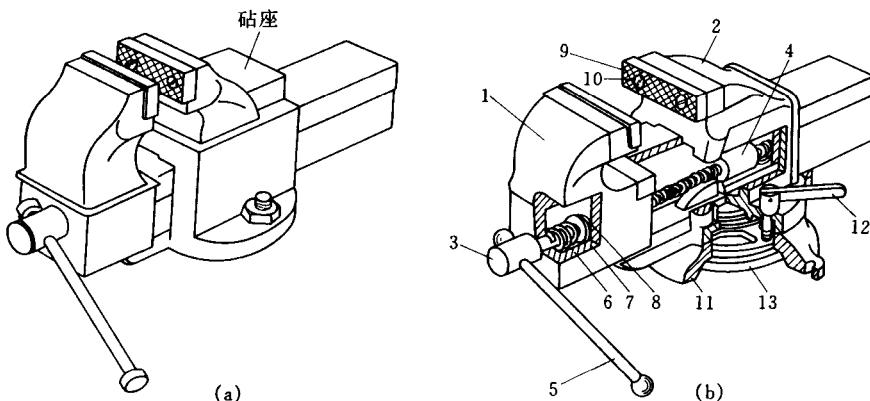

图 0-1 台虎钳
(1) 台虎钳(图0-1) 台虎钳是用来夹持工件的通用工具。有固定式和回转式两种类型。图0-1(b)为回转式台虎钳，其构造和工作原理如下。